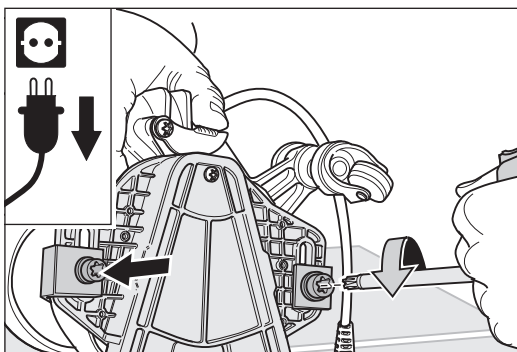

Bild 30 Lossa de båda skruvarna med vilka tillsatsen är fastsatt.
- 4 Lossa de båda skruvarna som håller fast tillsatsen på flätkåpan med universalnyckeln (bild 30).